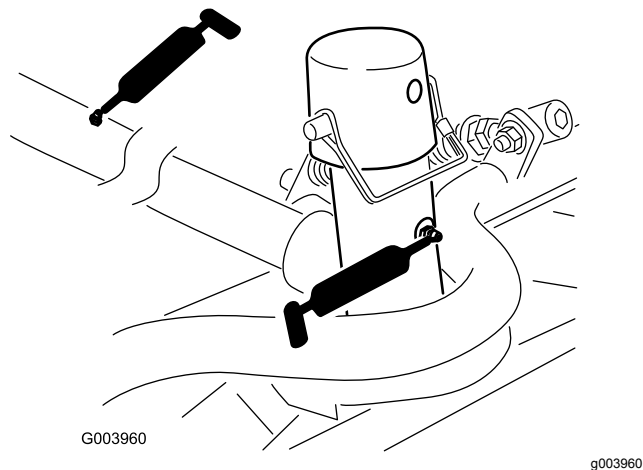

Figura 78
- Articulação e estrutura de transporte da unidade de corte (Figura 78)